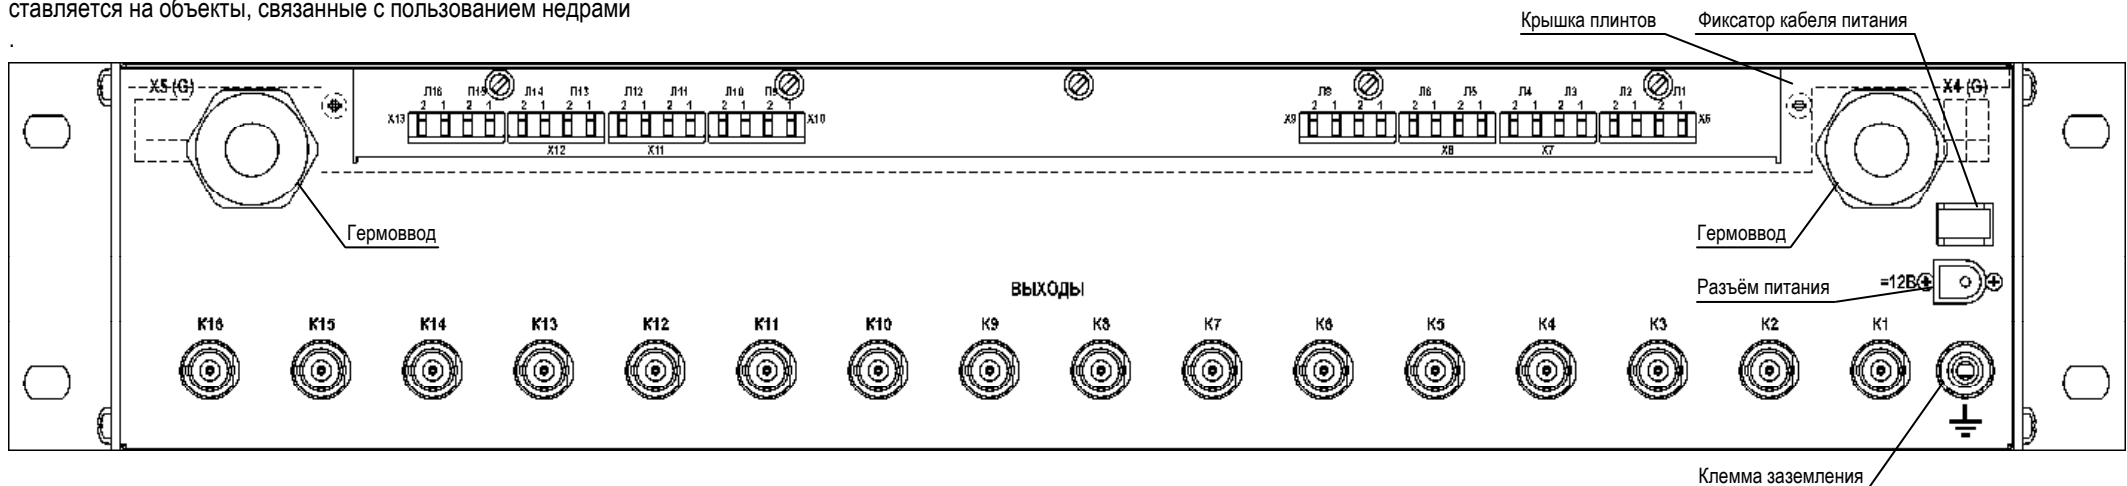

Рис.1 Вид сзади (крышка плинтов показана пунктиром).
2. Ввести кабели через гермовводы на задней стенке (рис.1).
4. Подключить сигнальные линии, идущие от передатчиков, к разъёмам X6÷X13 (рис.1). На данных разъёмах пронумерованы пары контактов (рис.1). Линию, идущую от передатчика №1 необходимо подключить к первой паре контактов (Л1) разъёма X6, линию от передатчика №2 к паре контактов Л2 разъёма X6. Аналогично подключаются линии 3 – 16 к разъёмам X7÷X13 (пары контактов Л3 – Л16).
5. Подключить дренажные проводники (проводники имеющие контакт с экраном кабеля) к разъёмам X4 и X5 (G) (рис.1).
Выходные видеосигналы снимаются с соответствующих BNC-разъёмов K1...K16 (рис.1).
1. Соединить клемму заземления « $\perp$ » (рис.1) проводом с шиной заземления.
2. Подключить блок питания к крейту с помощью разъёма питания (рис.1).